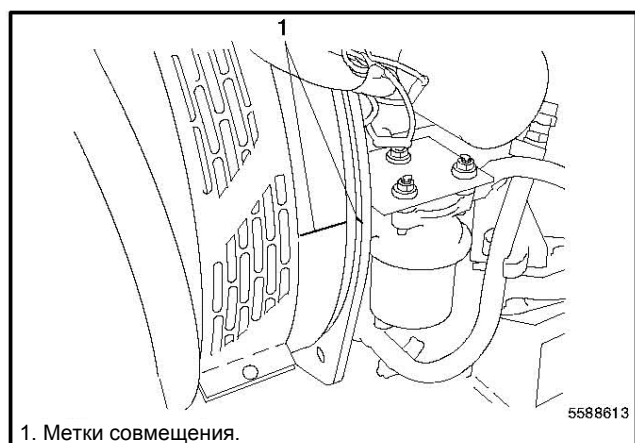

Рисунок 9-16 Метки совмещения
5. Установить 4 удлиненных болта (два удлиненных болта в нижние отверстия). Проследить за тем, чтобы метки совмещения на корпусе статора и установочной плите совпадали. См. Рисунок 9-16. Затянуть удлиненные болты с моментом затяжки 34 Нм (15 футов фунт).